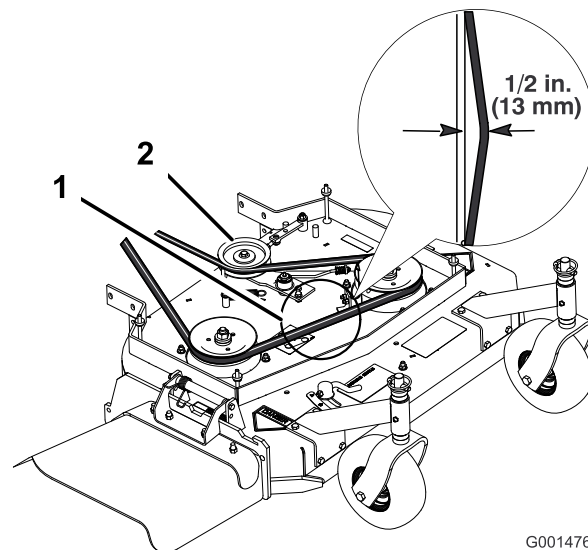
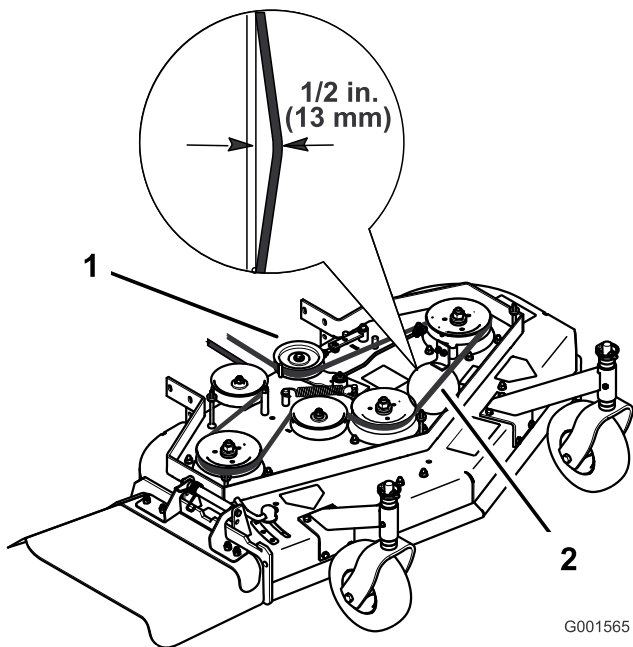

Figure 45
Figure 46
Remarque: La tension correcte de la courroie du tablier de coupe est de 44 à 67 Nm (10 à 15 pi-lb) avec une flèche de 13 mm (1/2 po) à mi-chemin entre les poulies (Figure 45 ou Figure 46).
3. Desserrez le contre-écrou sur le tendeur (Figure 45).
4. Tournez le tendeur vers l'arrière de la tondeuse pour augmenter la tension sur la courroie. Tournez le tendeur vers l'avant de la tondeuse pour réduire la tension sur la courroie (Figure 45).
Remarque: La tension correcte de la courroie du tablier de coupe est de 44 à 67 Nm (10 à 15 pi-lb) avec une flèche de 13 mm (1/2 po) à mi-chemin entre les poulies (Figure 45).
Remarque: La tension correcte de la courroie du tablier de coupe est de 44 à 67 Nm (10 à 15 pi-lb) avec une flèche de 13 mm (1/2 po) à mi-chemin entre les poulies (Figure 46).